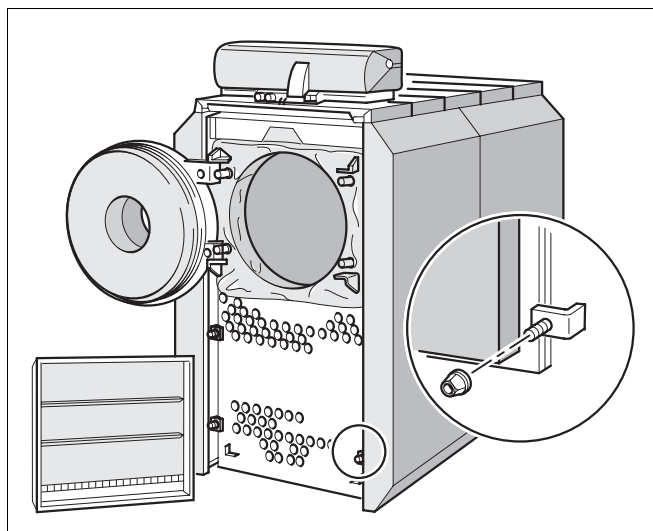

Fig. 26 Afmontering af vendekappe og åbning af kedeldør
- Løsn møtrikkerne fra spændevinklen, drej spændevinklen væk, og tag vendekappen af (fig. 26).
- Skru sekskantskruerne af kedeldøren, og åbn kedeldøren (fig. 26).
- Læg vendekappen på, og luk den tæt med spændevinklen (fig. 26). Vær opmærksom på monteringspositionen.
| 5 | Tag vendekappen af (fig. 26, side 22) | | | | | | | | |